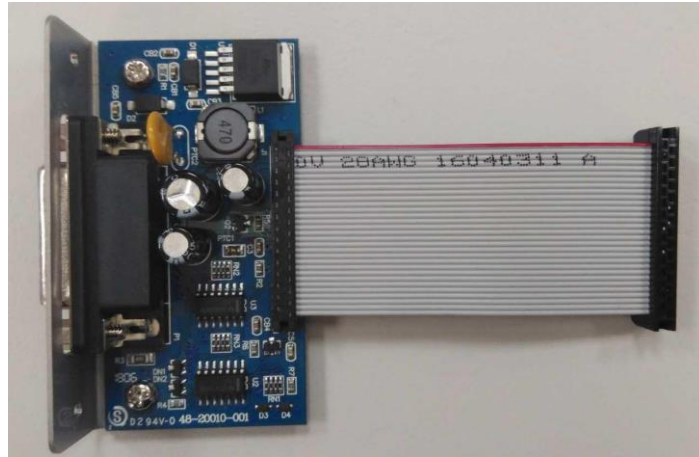
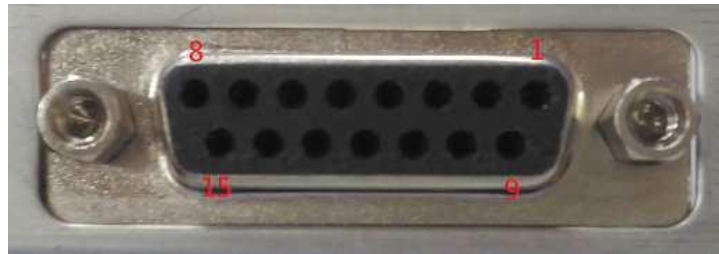

图 2 GPIO 板
图 3
1.3 GPIO 接口如图 2 和图 3 所示，使用 D-Sub 15 针母连接器。